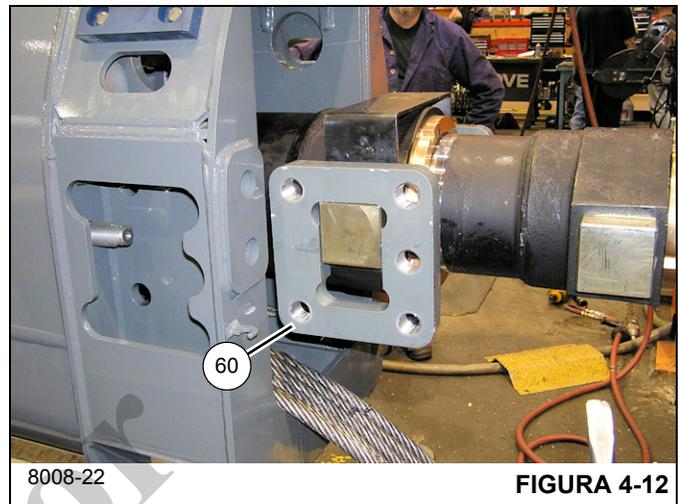

FIGURA 4-12
43. Retire la placa de muñón (60) de la orejeta cuadrada delantera del cilindro telescópico (6) (lados izquierdo y derecho) (vea la Figura 4-12).